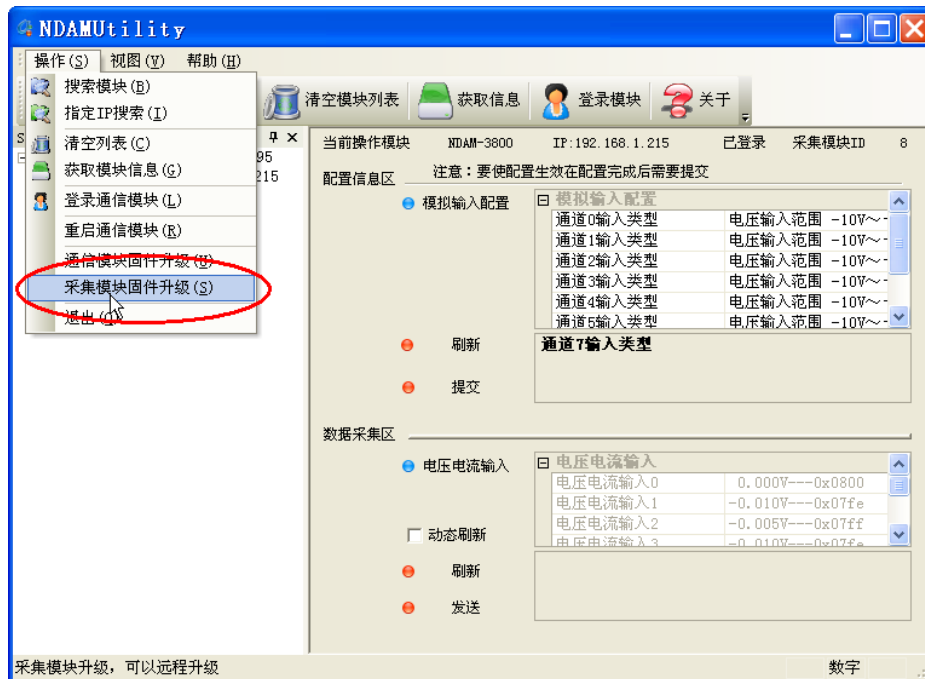

图 4.11 软件方式固件升级
- 1) 在模块工作模式下点击配置软件的“操作”菜单，选择“采集模块固件升级”选项，如图 4.11 所示；